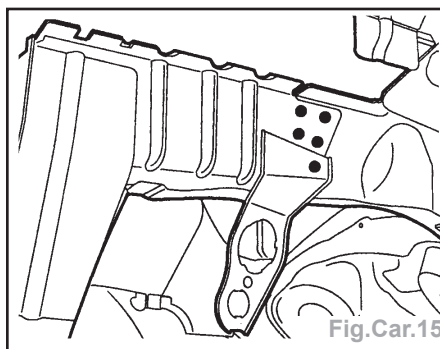

Fig.Car.15
- Souder par points électriques (avec l'équipement : AB1) (Fig.Car.15).